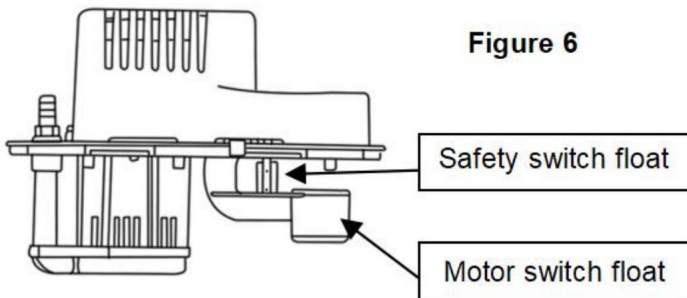

Figure 6
2. Stellen Sie sicher, dass sich die Schwimmer frei bewegen können. Reinigen Sie sie gegebenenfalls (Abbildung 6).
3. Testen Sie den Motorschalter, indem Sie den Schwimmer des Motorschalters mit dem Finger anheben (Abbildung 6). Motor sollte sich kurz vor dem Abdecken der Schwimmerkontakte einschalten.